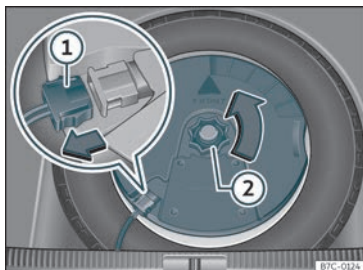

Fig. 198 No maleteiro: desmontar o subwoofer.
- Desconecte o cable do altafalante *subwoofer*»» fig. 198 ①.
- Xire a roda de fixación no sentido contrario ás agullas do reloxo»» fig. 198 ②.